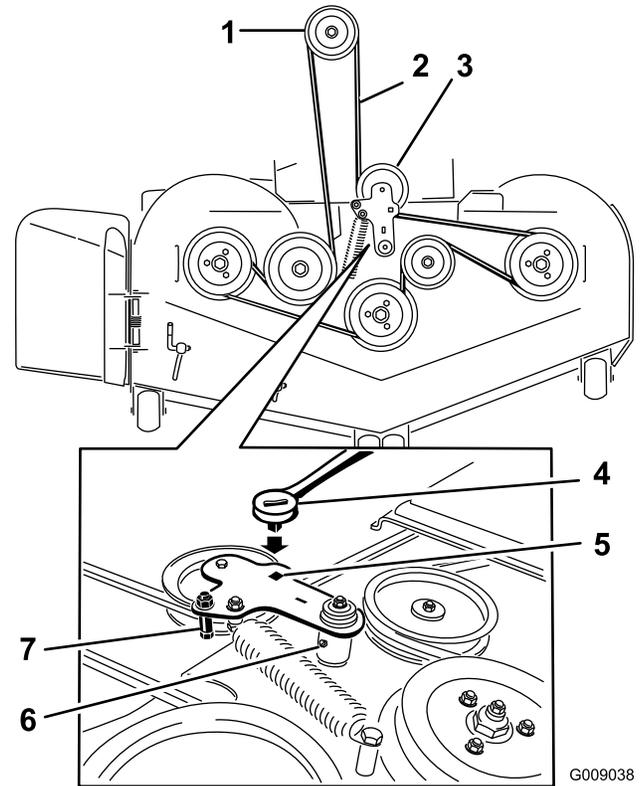

Figura 74
9. Pase la correa nueva alrededor de las poleas del cortacésped y de la polea del embrague, debajo del motor (Figura 74).
10. Instale la guía de la correa en el brazo tensor según se muestra en Figura 74.
11. Utilizando la llave de carraca en el taladro cuadrado, instale el muelle tensor (Figura 74).
5. Utilice una llave de carraca en el taladro cuadrado del brazo tensor para aliviar la tensión del muelle tensor (Figura 74).
7. Instale la guía de la correa en el brazo tensor tensado con muelle indicado en Figura 74.